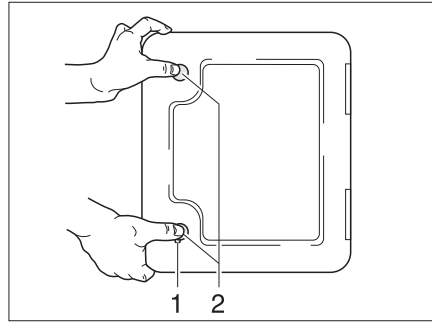

Bild 152 Klappe für Thetford-Kassette
Die Klappe für die Thetford-Kassette (Bild 152) befindet sich außen am Fahrzeug.
- Schlüssel in Schließzylinder des Druckschlösses (Bild 152,1) stecken und eine viertel Umdrehung im Uhrzeigersinn drehen.
- Beide Druckschlösser (Bild 152,2) gleichzeitig mit dem Daumen drücken und die Klappe für die Thetford-Kassette öffnen.